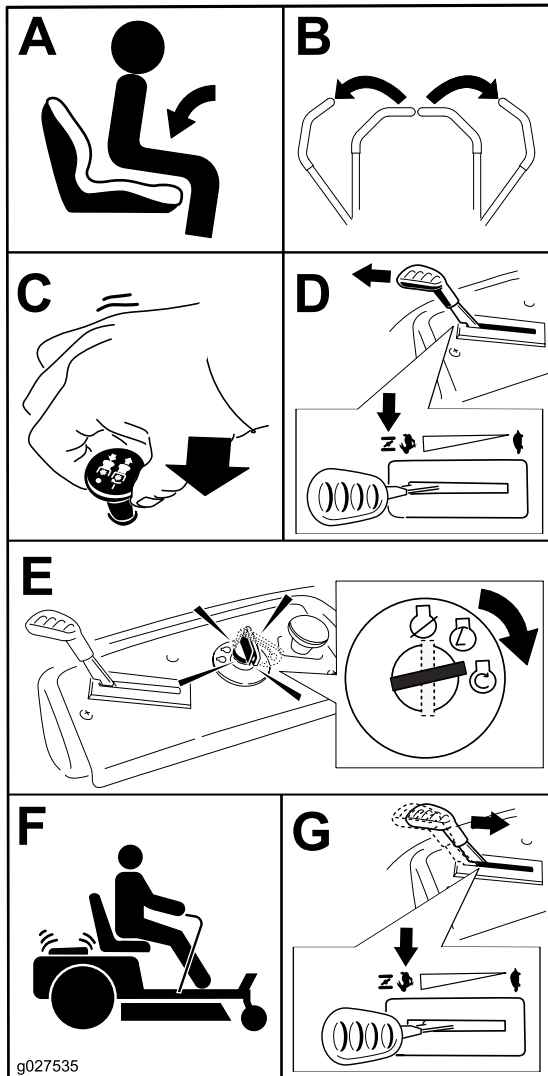

Figure 10
**Remarque:** Vous devrez éventuellement maintenir le levier contre la butée, à la position starter, pendant que vous tentez de démarrer le moteur (Figure 10).